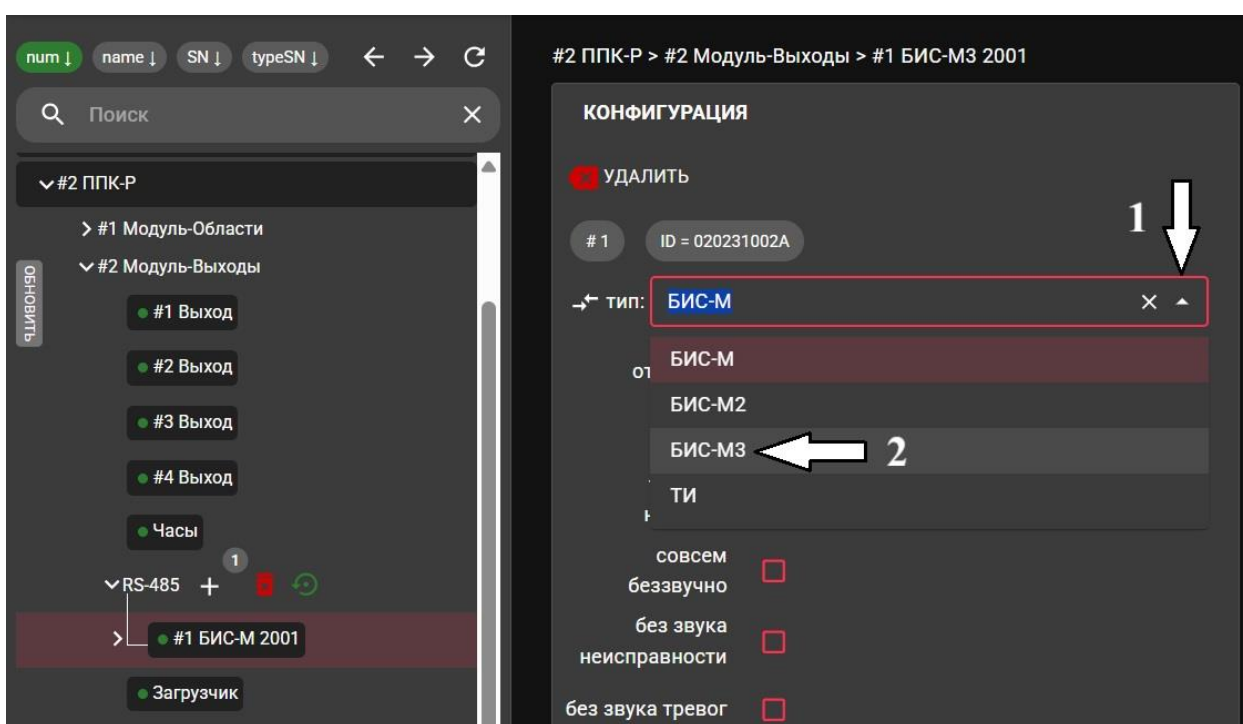

Рисунок 98
4. Создать объект **БИС-М3**. По умолчанию создается объект типа **БИС-М** (еще доступны типы **БИС-М2**, **БИС-М3** и **ТИ**). Нужно выделить, нажав на него, созданный по умолчанию объект типа **БИС-М**. Справа в разделе **Конфигурация** из выпадающего списка **ТИП** выбрать «**БИС-М3**» (Рис. 98).